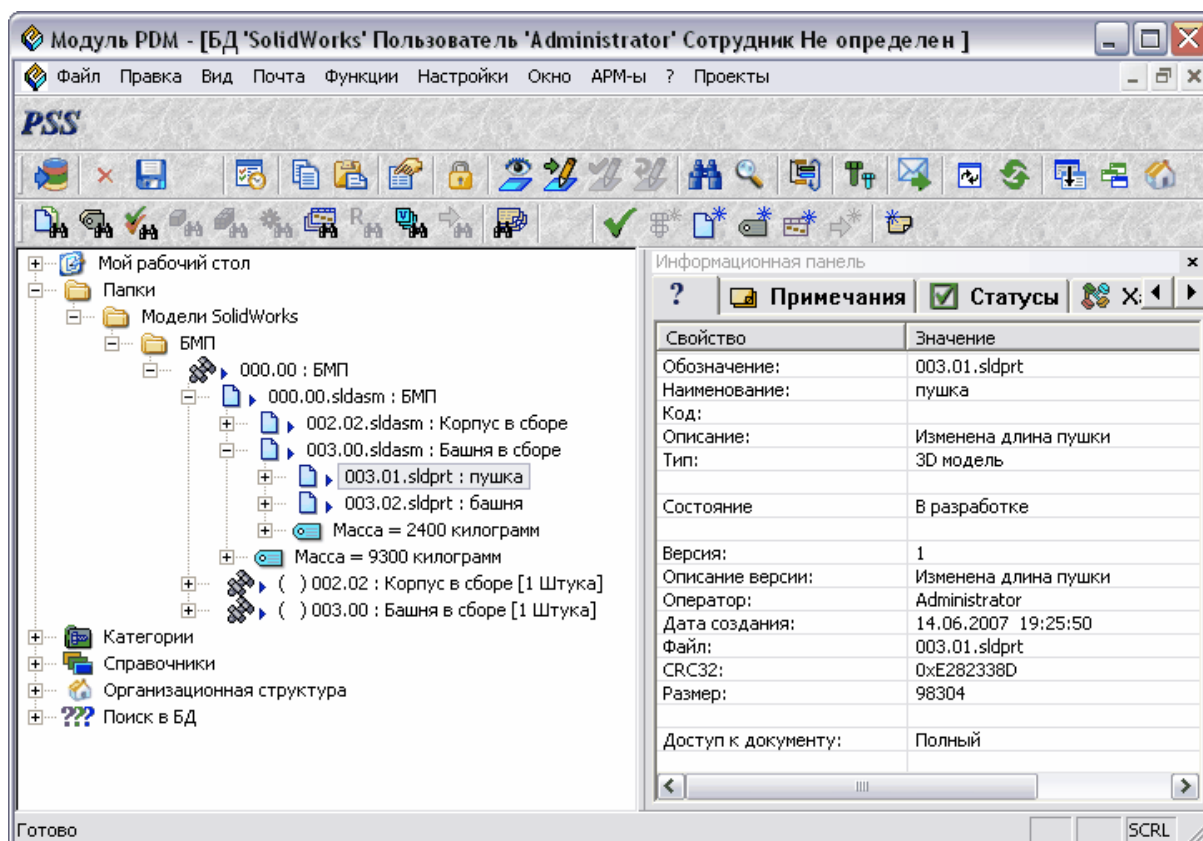

Рис. 52
2. В левом окне выделите документ **003.01.sldprt:пушка** (Рис. 52).